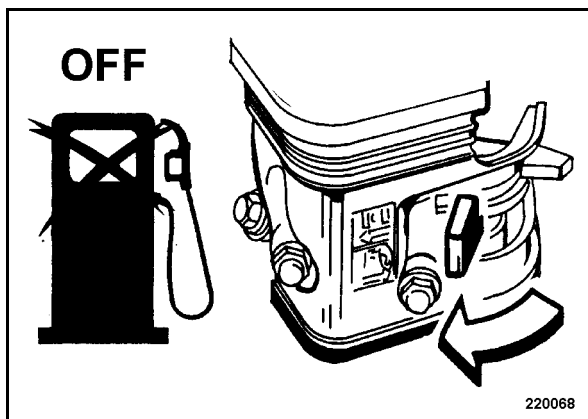

рис. 28
- Закрывать топливный кран (рис. 28) в направлении стрелки.